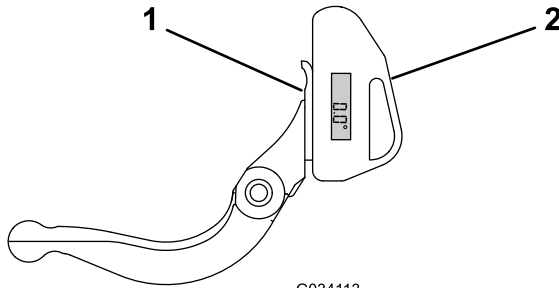

Bild 35
1. Positionieren Sie den Neigungsmesser an der Unterseite des Untermessers, wie in Bild 35 abgebildet.